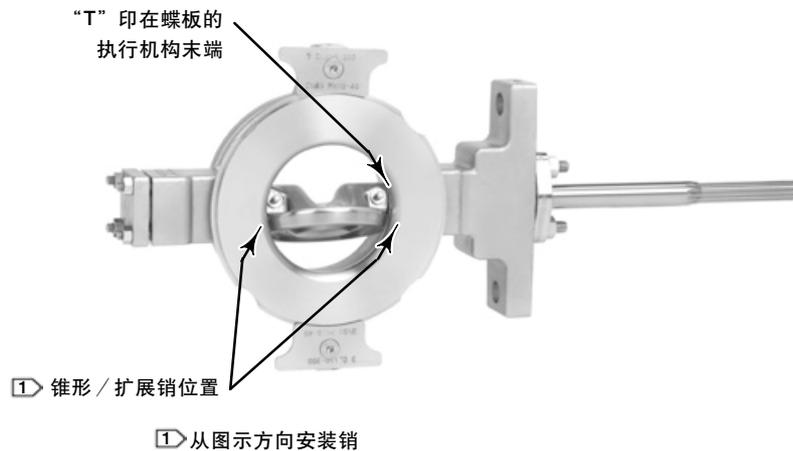

图6. 锥形 / 扩展销安装
5. 参照图6并决定锥形销（件号8）小头的位置。从大头端抽出锥形销和膨胀销（件号7）。
2. 如图6所示将蝶板插入阀体，确保蝶板上印“T”的一侧朝向阀体装有执行机构一侧。
用于从动轴连接的孔是居中的。如图6所示必须安装膨